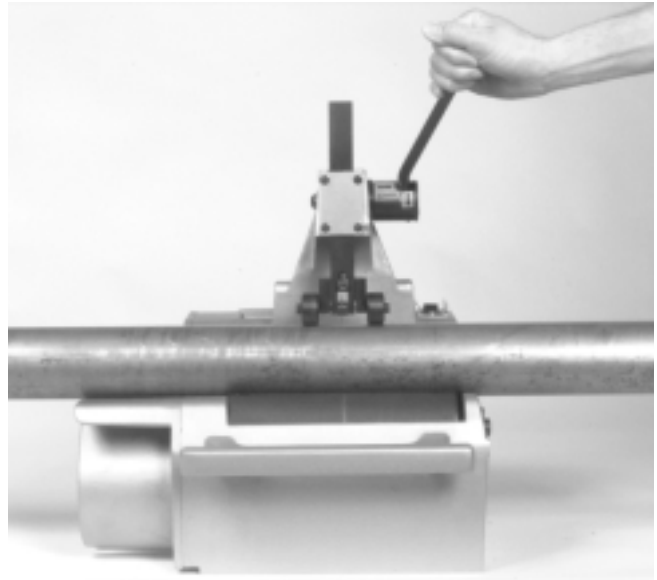

Figura 3 – Posición correcta para el funcionamiento de la máquina
2. Monte la máquina sobre el soporte con los tres (3) pernos de $\frac{3}{8} \times 16 \times 1\frac{3}{4}$ pulgadas y las arandelas (Figura 3).
2. Levante la manivela de la cortadora de la máquina a su altura máxima para permitir la entrada del tubo (*Figura 3*).
3. Coloque el tubo en los rodillos de tal manera que la marca donde se va a cortar quede debajo de la rueda de corte. Si se cortará un tubo que se extiende más allá de cuatro (4) pies del borde de la máquina, ponga soportes para tubos debajo de esta pieza de trabajo. Si el tubo tiene más de ocho (8) pies de largo, deben usarse dos (2) soportes para tubos.
4. Adopte la postura correcta para trabajar: así mantiene su equilibrio y el control de la máquina (*Figura 3*).